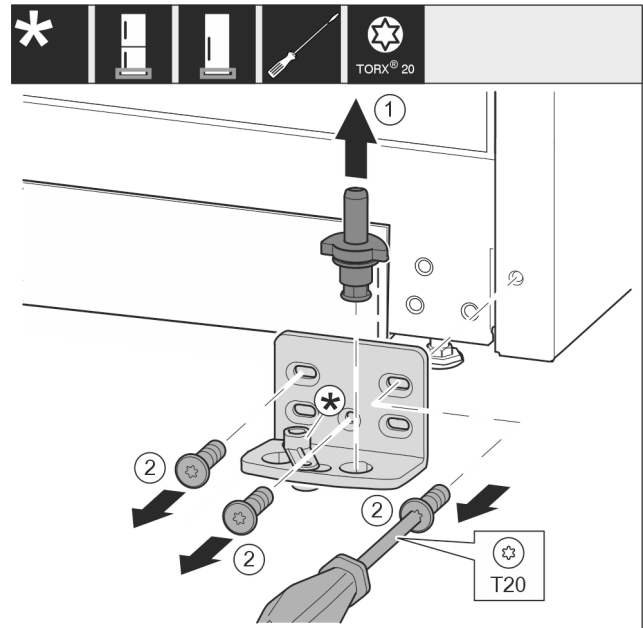

Fig. 14
- ▶ Húzza ki teljesen a csapszeget felfelé. Fig. 14 (1)
- ▶ Csavarja ki a csavarokat a T20 csavarhúzóval, és vegye le a csapógybakot. Fig. 14 (2)